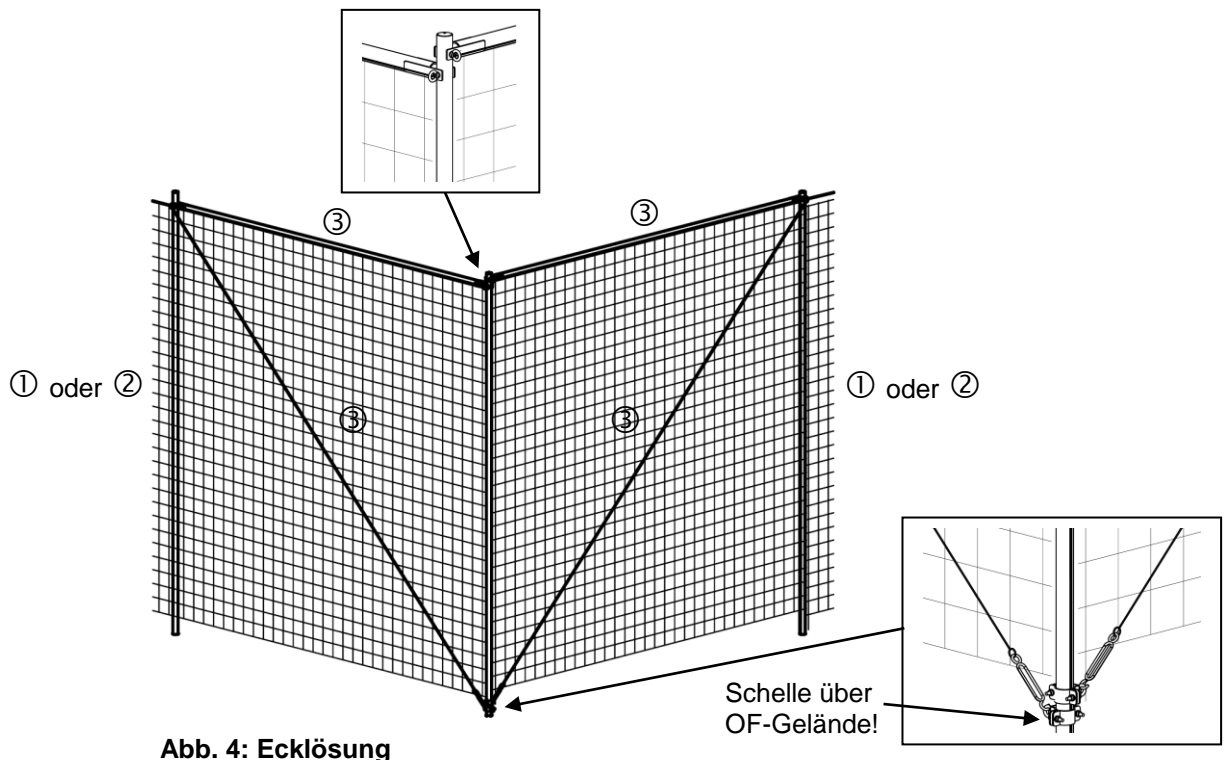

Abb. 4: Ecklösung
Sind Ecklösungen erforderlich, sind diese so wie in Abb. 4 auszuführen. Je ein Endfeld mit Traverse ③ und Spannschloss werden an einer Eckstütze montiert. Eine Traverse wird dabei in einem höher gelegenen Loch montiert.